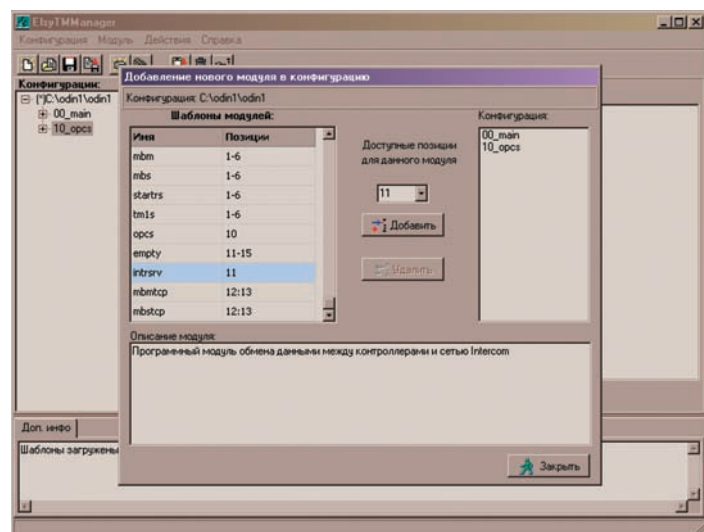

Рис. 3
- Добавляем модуль 11_intrsvr (**Intercom**) — через него клиенты **InfinityIntercom** получают доступ к сигналам узла Intercom контроллера (рис. 3).